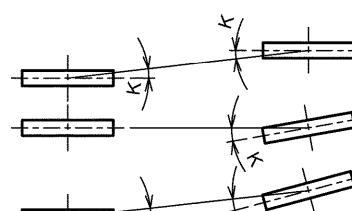

図3
- ① ファンブーリーと電動機ブーリーの平行度は図3. 表2の規格を満足するようにセットしてください。
- ② ベルトの一本当たりの張力はたわみ量Lの値を下式にて計算し、その時のたわみ荷重Wが表3の範囲内になるようにセットしてください。